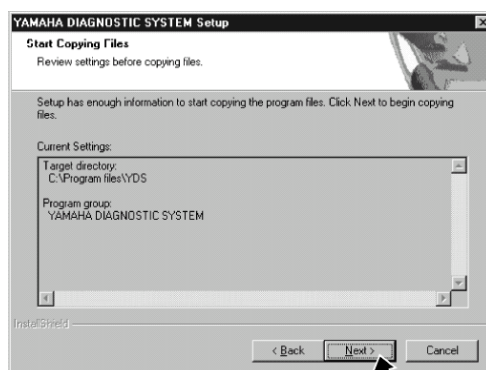

Рис. 6
- чтобы оставить установку, щелкните кнопкой **Cancel**. появится следующее диалоговое окно. (См. рис. 6.)